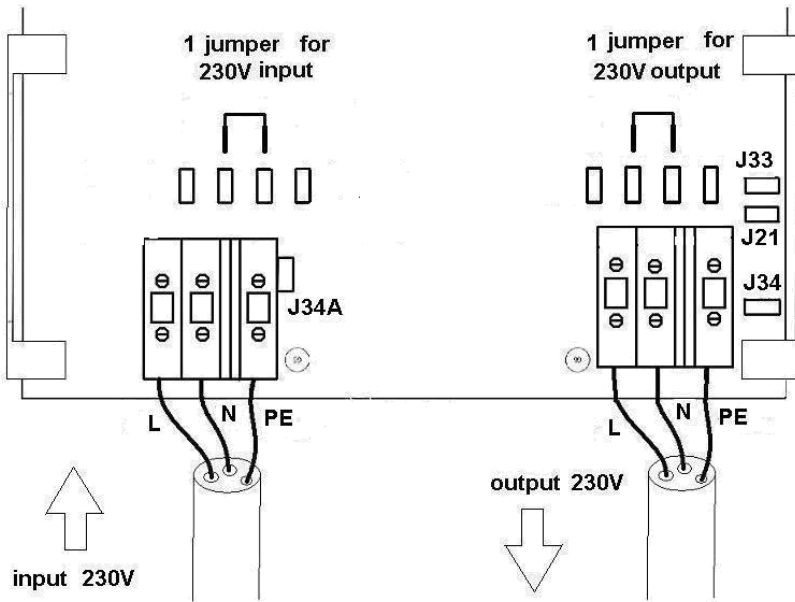

Abb. 2: Brückenschaltung bei 230/240 V Eingang/Ausgang
2.2.2 Für den 230/240 V Eingang und/oder Ausgang setzen Sie Brücken entsprechend Abb. 2.